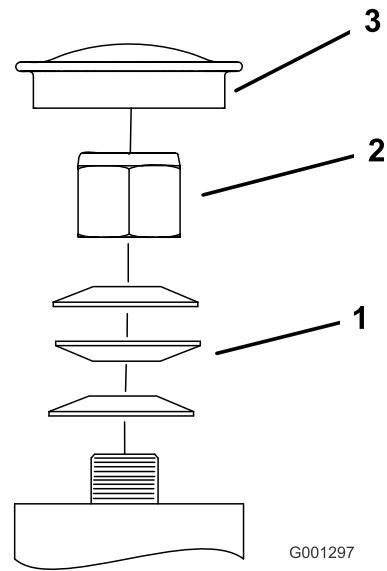

Figure 66
3. Retirez le capuchon antipoussière de la roue pivotante et serrez le contre-écrou (Figure 66).
4. Continuez de le serrer jusqu'à ce que les rondelles élastiques soient aplaties, puis desserrez-le de 1/4 de tour pour obtenir la précharge correcte des roulements (Figure 66).
**Important:** Veillez à placer les rondelles élastiques comme montré à la Figure 66.
5. Remettez le capuchon antipoussière en place (Figure 66).